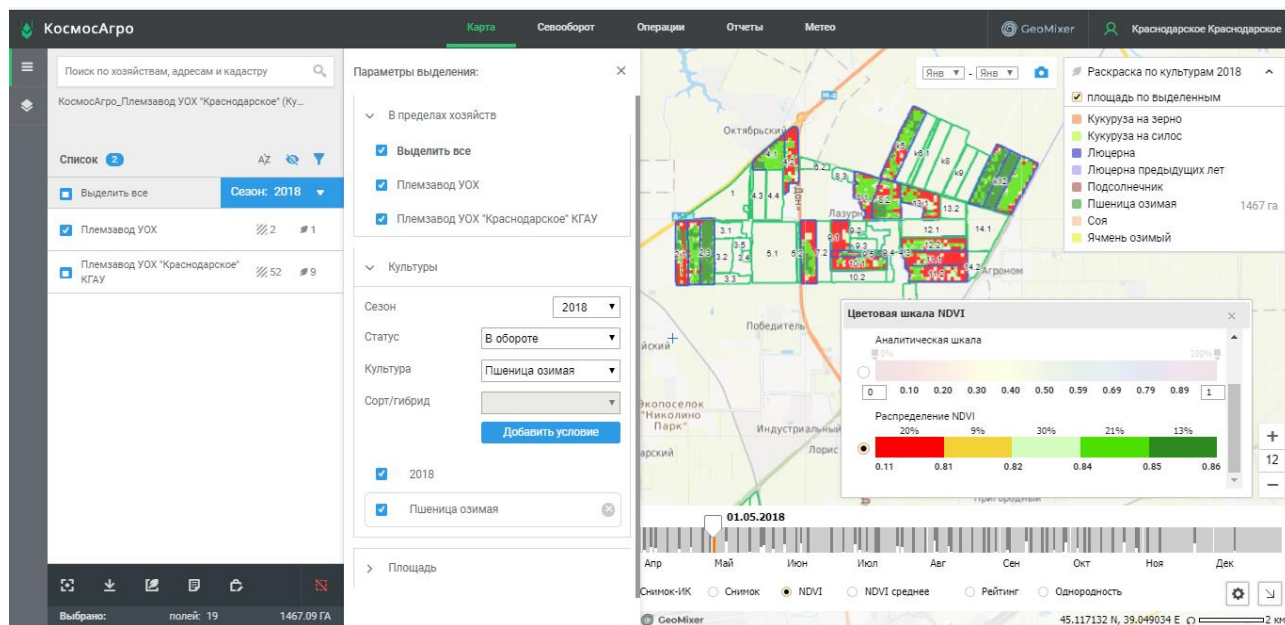

Рисунок 8.21 – Распределение NDVI
16. Включите **Распределение NDVI** в процентах (рисунок 8.21). По раскраске можно выбрать «сильные» и «слабые» поля.